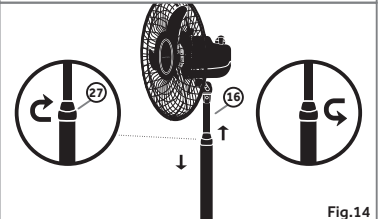

Fig.14
Para regular a altura da coluna afrouxe a porca de regulagem (27) e escolha a altura desejada. Segure firme a coluna A (16) e aperte a porca de regulagem (27). Fig. 14.